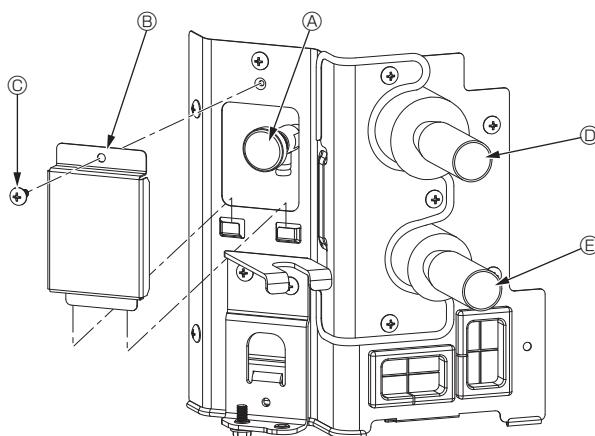

Fig. 7-1
7.2.2. İç ünite havalandırma menfezi vanası (Fig. 7-1)
- ① Hava tahliye valfi kapağını çıkarın.
- ② "A" yazan kısmı parmaklarınızla tutun ve 3–4 kez döndürün.
- ③ Hava tahliye valfi
- ④ Hava tahliye valfi kapağı (Sıkma torku: $1,3 \pm 0,3 \text{ N}\cdot\text{m}$)
- ⑤ Vida
- ⑥ HBC ünitesinden (Giriş)
- ⑦ HBC ünitesine (Çıkış)